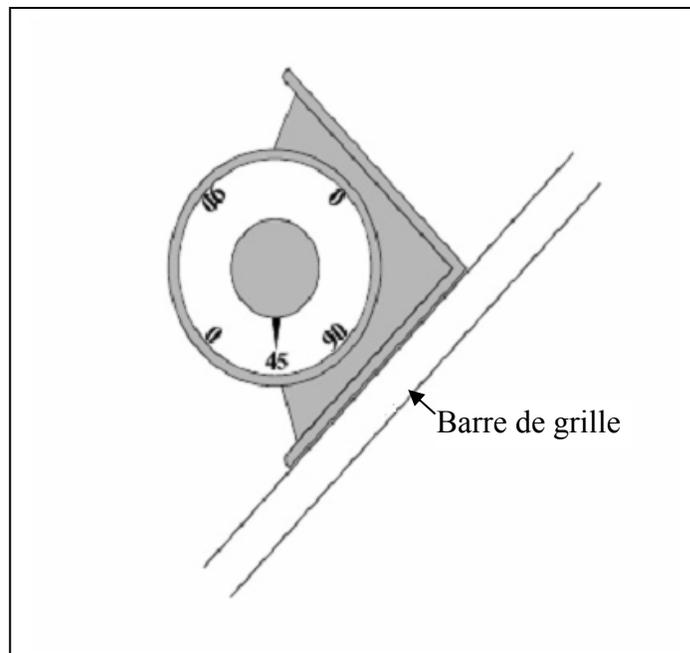

Figure 7 RAPPORTEUR UTILISÉ POUR VÉRIFIER L'ANGLE DU TED
5. Insérez le rapporteur (Figure 7) à travers l'ouverture d'échappement du TED et placez le côté correct du rapporteur contre la surface des barres de grille. Mesurez l'angle du TED (il devrait être entre 30 et 55 degrés).